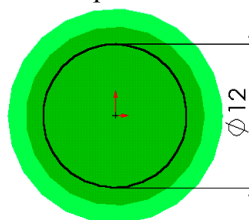

Рис. 2.7. Редактируемый эскиз
6. Ввести значение диаметра 12 мм (кнопка ) (рис. 2.7).